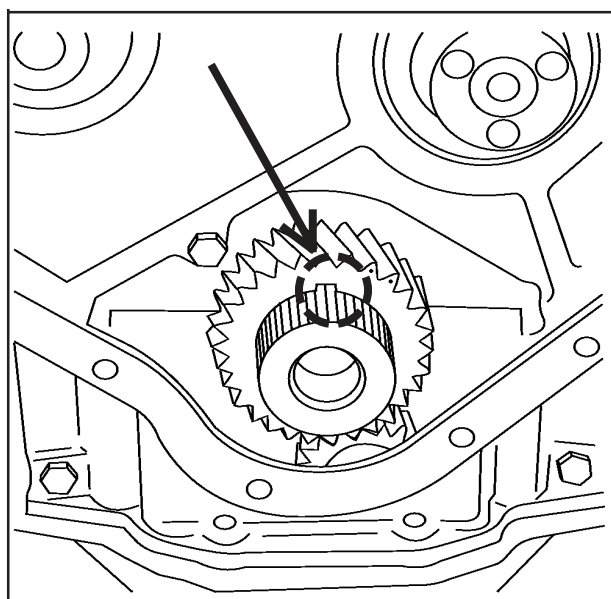

FIG 15
8. Gire a árvore de manivelas posicionando a chaveta de engrenagens da árvore de manivelas para cima, **Fig. 15**.